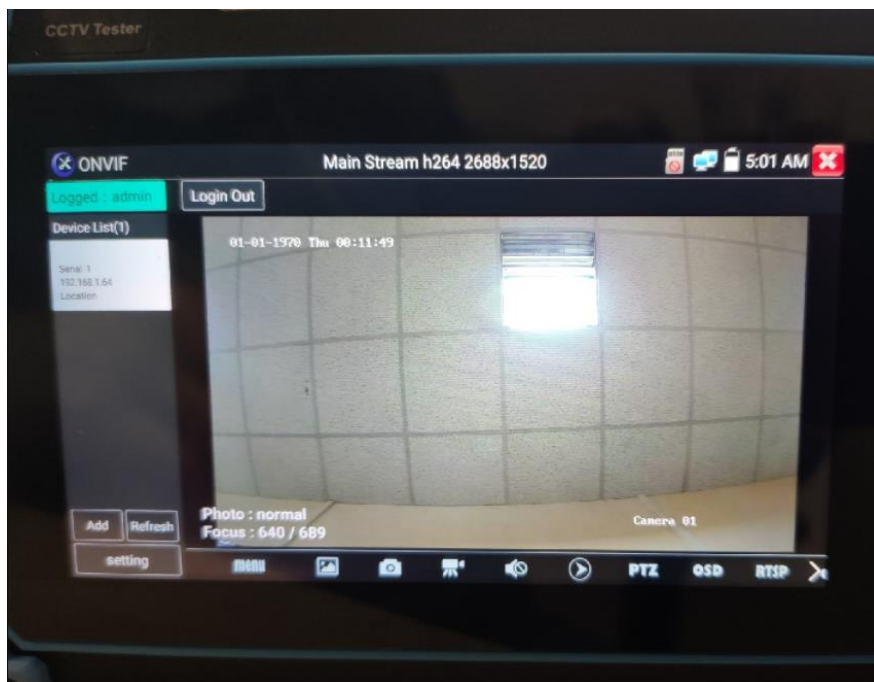

Рис. 24 Пример успешного подключения IP-видеокамеры к тестеру через ONVIF
3. Нажмите на устройство, появившееся в списке слева. Должно появиться изображение (рис. 24)